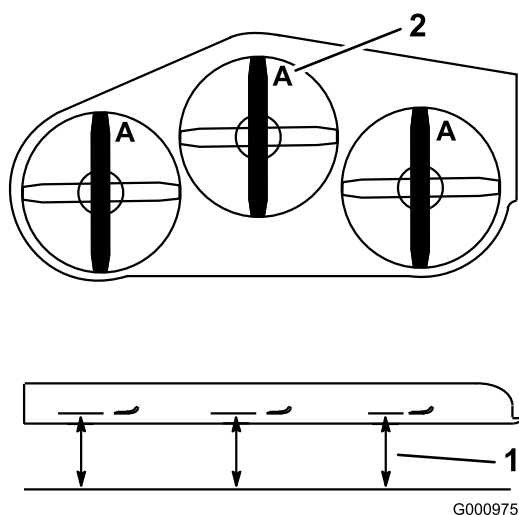

Figuur 87
1. Controleer de snijranden (Figuur 87).
- Als u scheuren, slijtage of groefvorming in dit deel constateert, moet u direct een nieuw mes monteren (Figuur 87).